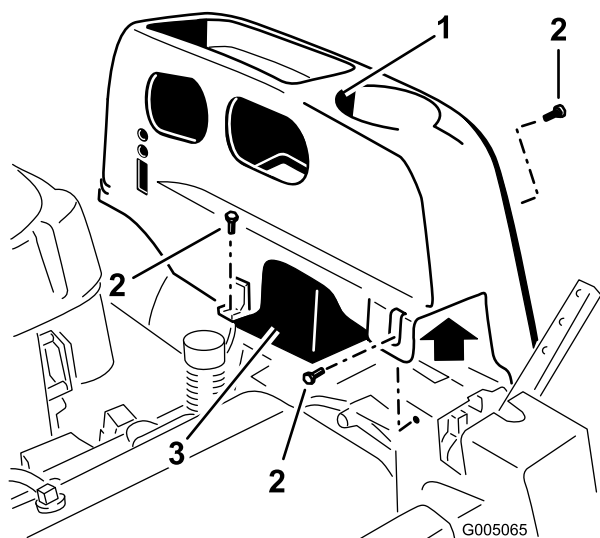

Figura 25
2. Togliete i dispositivi di fermo della testata TORX® (T25) che fissano il coperchio sinistro al telaio come illustrato nella Figura 25.